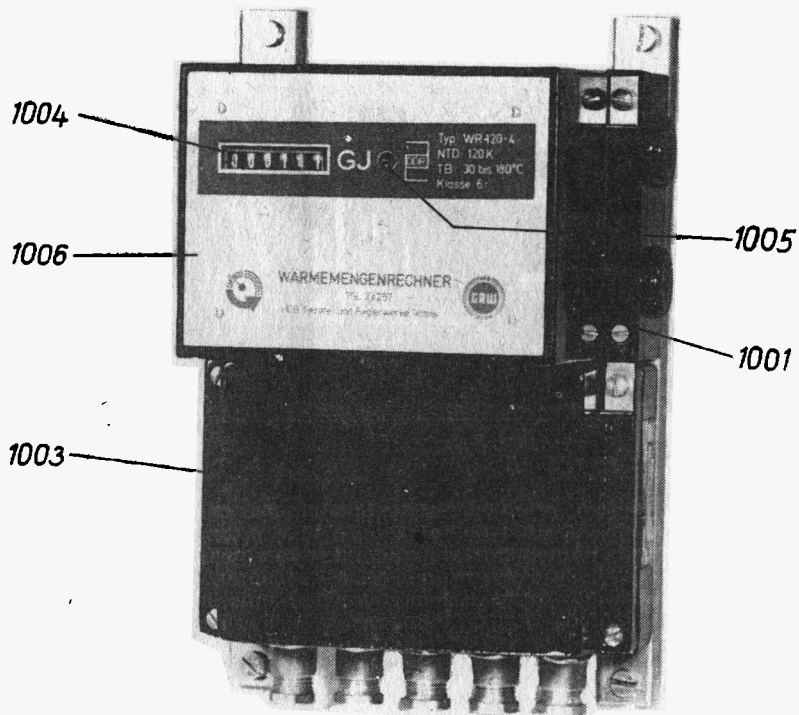

Bild 9
- Bild 9 Wärmemengenrechner WR 120-3, WR 120-4